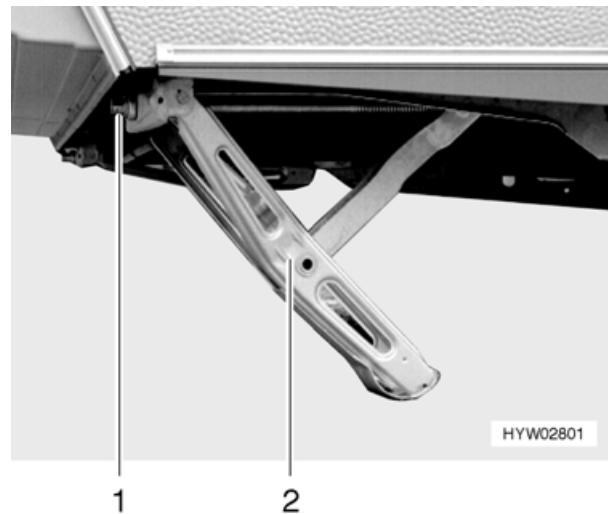

Bild 12 Kurbelstütze in ausgefahreinem Zustand
- Die serienmäßig beigelegte Handkurbel auf den Sechskant (Bild 12,1) der Kurbelstütze (Bild 12,2) stecken und drehen. Die Kurbelstütze wird ausgefahren.